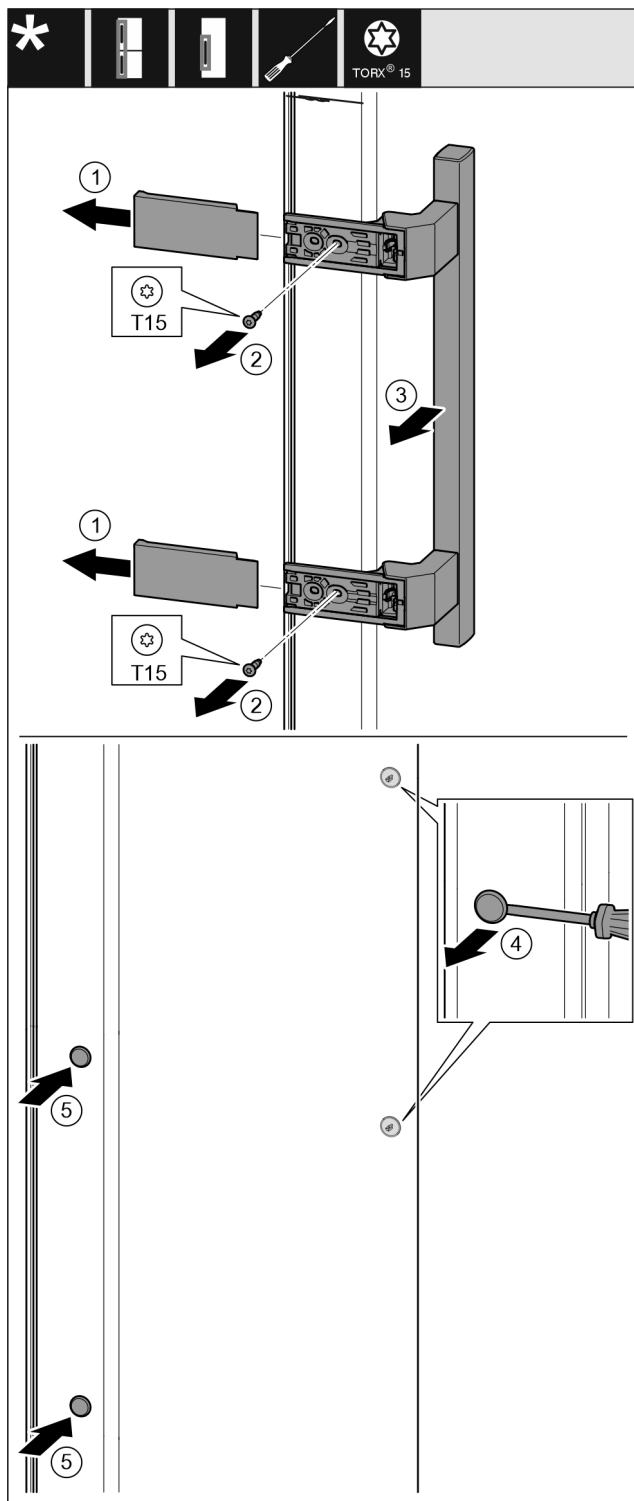

Fig. 16
- ▶ Retirer le recouvrement. Fig. 16 (1)
- ▶ Dévisser les vis avec un tournevis Torx 15. Fig. 16 (2)
- ▶ Retirer la poignée. Fig. 16 (3)
- ▶ Soulever et retirer avec soin le cache latéral avec un tournevis plat. Fig. 16 (4)
- ▶ Replacer le cache de l'autre côté. Fig. 16 (5)